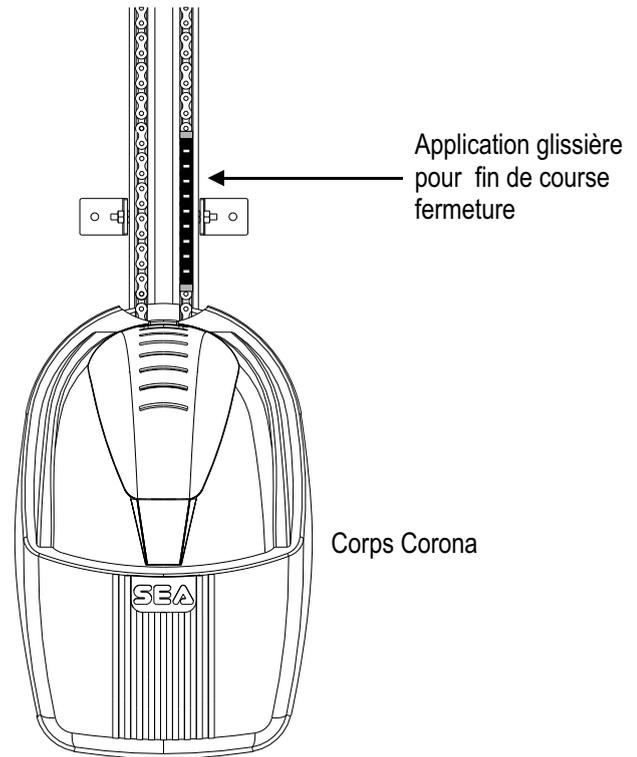

Fig. 19b
- Fixer la glissière fin de course (Fig. 18) le plus près possible au corps du Corona auprès du galet de l'interrupteur comme dans Fig. 19b.